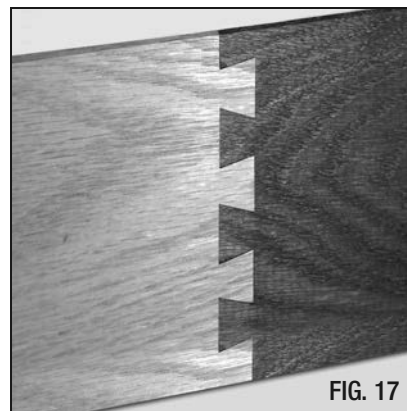

FIG. 17
1. Cuando corte una unión de borde, el redondeado creado por la plantilla debe eliminarse para unir las dos piezas de madera utilizando una unión de colas de milano. (FIG. 17)